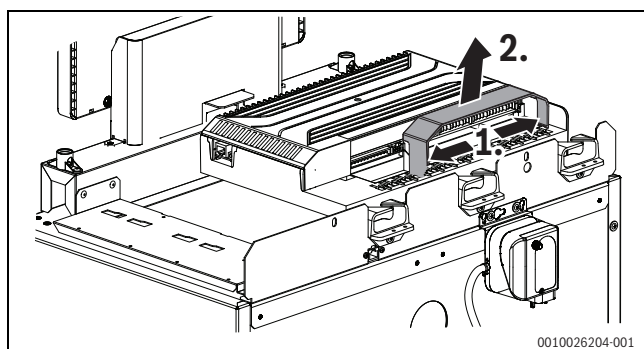

Fig. 21 Retirer le cache de protection des raccords.
- ▶ Retirer le cache de protection le cas échéant (→ fig. 21).